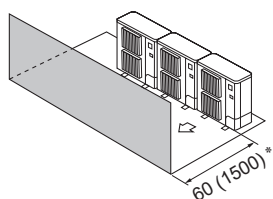

Fig. 2-13
- ③ Obstacles à l'avant (Fig. 2-13)